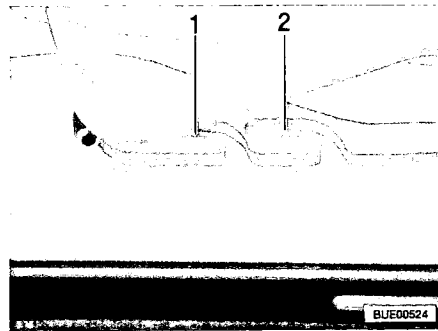
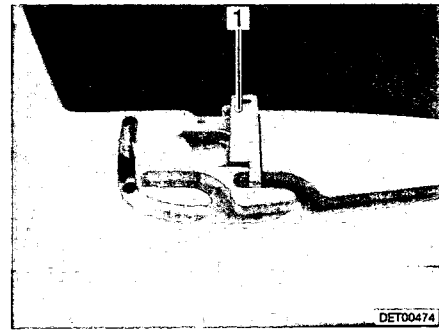

Bild 25 Heki-Dachhaube in Lüftungsstellung
Bild 26 Verriegelung Lüftungsstellung
Die Heki-Dachhaube kann in zwei Lüftungsstellungen gebracht werden: Schlechtwetterstellung (Bild 25,1) und Mittelstellung (Bild 25,2). Je nach Modell kann die Dachhaube in der Mittelstellung mit dem Riegel (Bild 26,1) verriegelt werden.
- Den Bügel leicht nach oben drücken und in die gewählte Führung (Bild 25,1 oder 2) schieben und ggf. verriegeln.